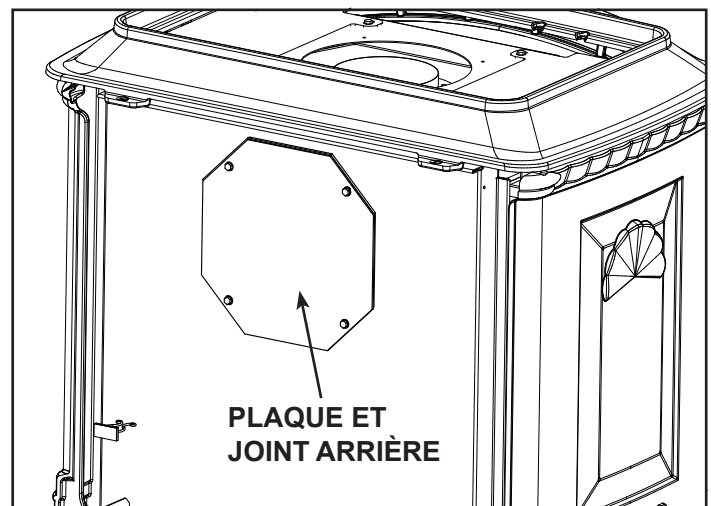
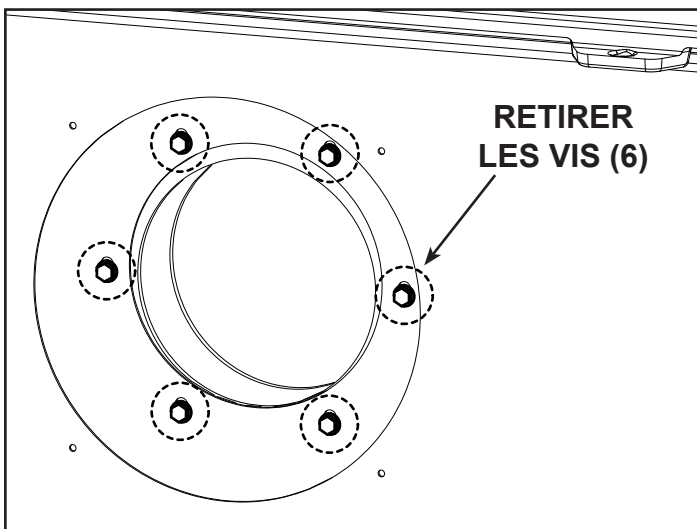
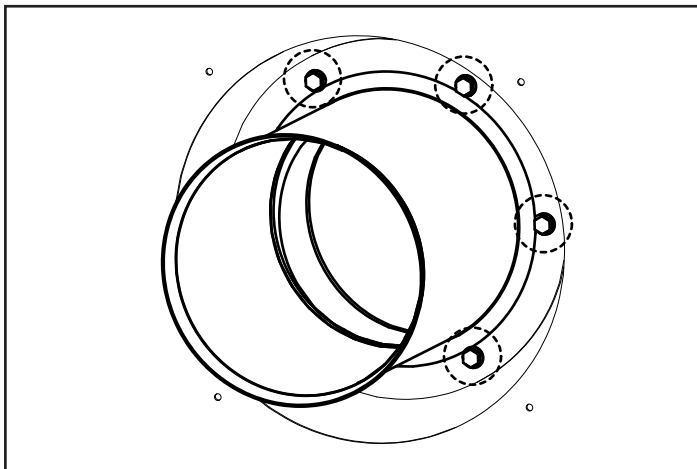

Figure 6.5
Figure 6.7. Retirer les vis sous la plaque d'accès arrière
Figure 6.8. Fixer l'adaptateur de collier interne au conduit de fumée arrière.
2. Enlevez l'adaptateur et le joint du conduit d'évacuation en dévissant les 4 vis. Conservez les vis. (Si le joint se brise, appliquez un produit d'étanchéité haute température au bas de l'adaptateur avant d'installer comme montré à la figure 6.8.)
5. Enlevez la plaque d'accès arrière et le joint en dévissant les quatre vis. Conservez les vis. Voir la Figure 6.5.
7. Retirez les six vis sous la plaque d'accès arrière retirée à la figure 6.5. Voir la Figure 6.7. Installez l'adaptateur de conduit interne et le nouveau joint (inclus dans le kit) à l'aide de six vis. Voir la Figure 6.8.
8. Installez le collier de départ avec le joint ou le produit d'étanchéité à haute température sur l'ouverture d'évacuation arrière. Fixez avec les vis qui ont été enlevées à la figure 6.5. Placez doucement la grille dans l'ouverture du sommet de l'appareil. La grille ne comporte pas de trou et est incluse avec l'ensemble.